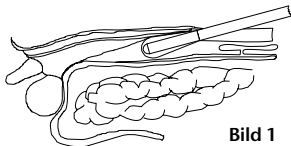

Bild 1
2. Applicera eventuellt sterilt glidmedel på den distala änden och för in den mellan vävnadslagren som ska delas med en öppen metod. Var försiktig så att ballongen inte skadas av andra instrument både när ballongsystemet förs in och under ingreppet. (Bild 1) Den trubbiga obturatorn till PAJUNK®-ballongsystemet (bilateralt) kan ersättas med ett endoskop i början av proceduren för att föra in instrumentet synligt. Tryck inte för hårt när endoskopet förs in eftersom ballongen annars kan skadas.